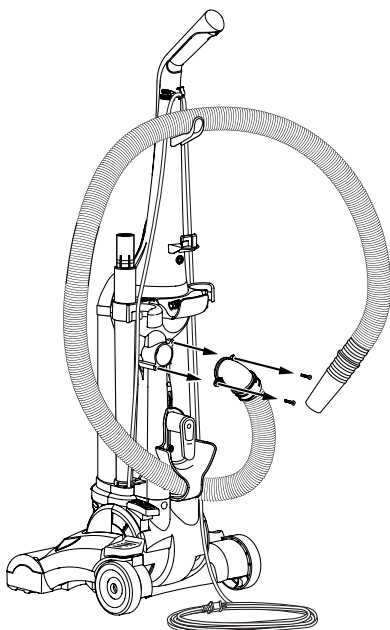

FIG. 18
Step 2: Remove electrical cord from cord hooks. Disconnect the clear tube by unscrewing the 2 screws, then lift away from cleaner. Check for any obstructions that may be in the tube or hose. Any obstructions can be removed by using a blunt instrument to clear the tube or hose. Flexing the hose may help loosen the blockage. After clearing blockage, reverse above steps to reassemble unit (FIG. 18).
Étape 2 : Retirez le cordon électrique des crochets de rangement. Débranchez le boyau en dévissant les deux vis et retirez-le de l'aspirateur. Vérifiez s'il est obstrué. Dégagez toute obstruction à l'aide d'un instrument non pointu et non tranchant. Pliez le boyau peut aider à le déboucher. Après avoir dégagé le boyau, répétez les étapes énumérées précédemment en inversant l'ordre pour réassembler l'appareil. (FIG. 18)
Paso 2: Retire el cordón eléctrico de los ganchos. Desconecte el tubo transparente destornillando los dos tornillos y retirelo de la aspiradora. Verifique que no haya ninguna obstrucción en el tubo o la manguera. Puede remover cualquier obstrucción usando un instrumento sin filo para destapar el tubo o la manguera. Si dobla la manguera ayudará a liberar la obstrucción. Después de remover el bloqueo, invierta los pasos anteriores para volver a ensamblar la unidad (FIG. 18).